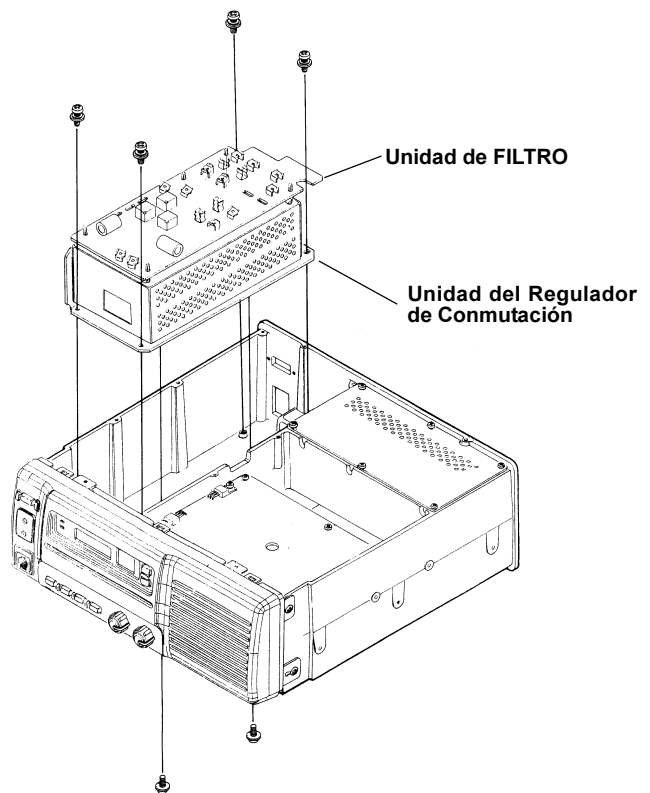

Ilustración 2
- ❑ Después de desconectar todos los alambres y conectores de la Unidad de FILTRO, saque los seis tornillos que sujetan la Unidad del Regulador de Conmutación y retírela del equipo (la Unidad Reguladora de Conmutación viene montada junto con la Unidad de FILTRO: Ilustración 2).